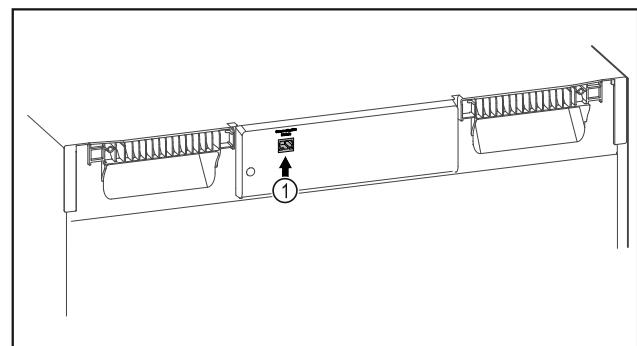

Fig. 140
- SmartModule Fig. 140 (1) 已使用。